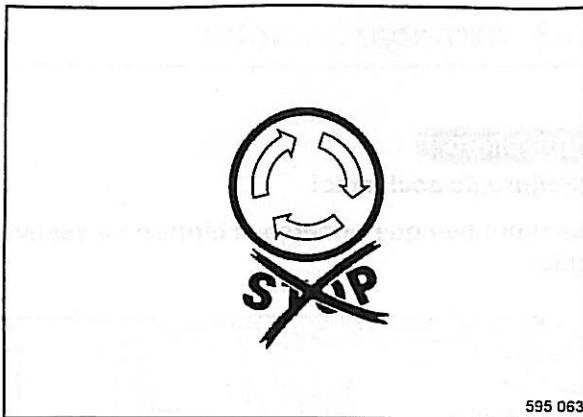

Fig. 31
- Comprobar si el conmutador de parada de emergencia (Fig. 31) está desbloqueado.